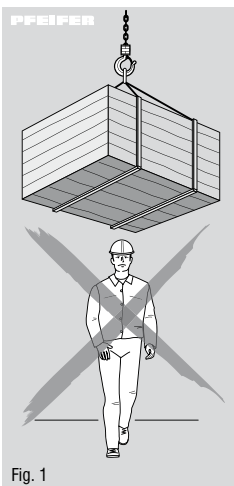
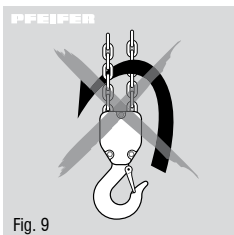

Fig. 1
Fig. 9
Ved at trække i håndkæden i urets retning hejses lasten op. Hægt altid lasten på i krogens midte. Krogenes spidser må ikke belastes (fig. 9).
- Krogenes spidser må ikke belastes (fig. 9).
- Drift er ikke tilladt i eksplosionsfarlige omgivelser (EX)!
- Laster må ikke løftes hen over personer (Fig.1).
Vær ved to- og flerstrengede enheder før hver ibrugtagning opmærksom på, at lastkæden ikke er snoet eller fordrejet. Der kan ligeledes opstå en fordrejning, hvis f.eks. krogblokken blev slået om (Fig.9). Ved kædeudskiftning skal man være opmærksom på et korrekt kædeløb.